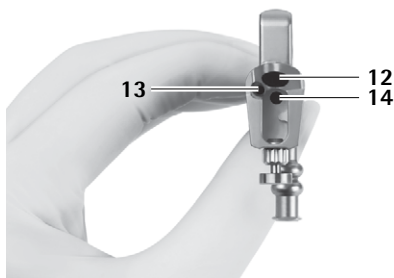

Fig. 1
- l'otturatore per canale di lavoro ovale 7 nel canale di lavoro 12, vedere Fig. 1.
Il processo di irrigazione avviene attraverso il canale di lavoro grande 12 e il canale di lavoro piccolo 13, vedere Fig. 1.